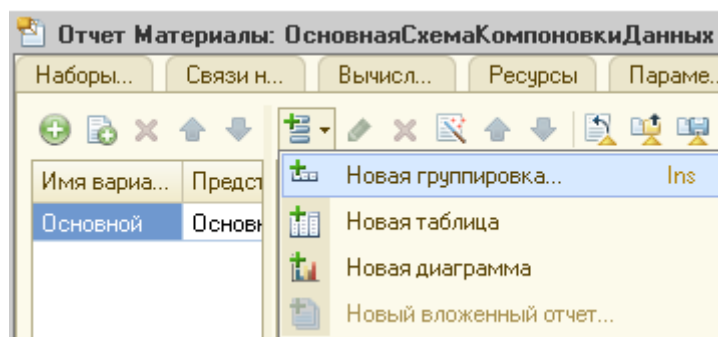
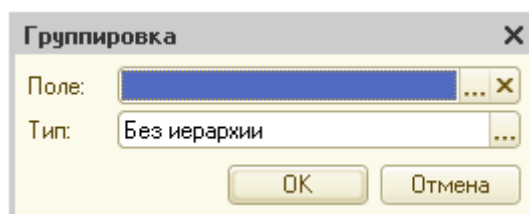

Рисунок 60 Добавление новой группировки
Рисунок 61 Настройки группировки
7. Настройте отчет: на вкладке **Настройки** в дереве **Отчет** добавьте новую группировку, позволяющую рассмотреть детальные записи по кнопке «Добавить» (рис. 60). В параметрах группировки: **поле** – пусто, **тип** – по умолчанию (рис. 61). Нажмите «ОК».